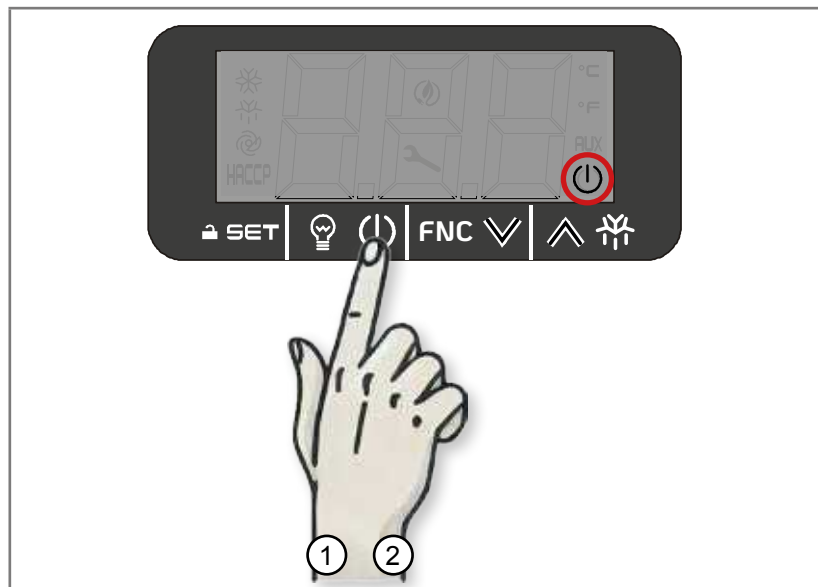

Abb. 5.11 - Ein/Ausschalten
Skizze (1) – Abb. 5.11: Auf dem Display wird
Skizze (2) – Abb. 5.11: Auf dem Display wird